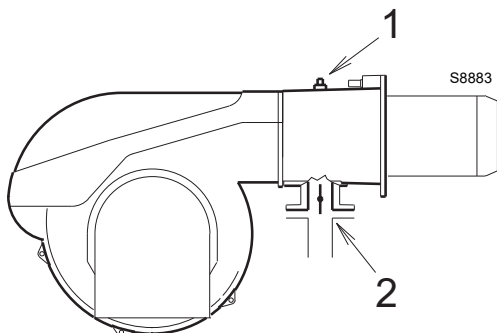

Рис. 23
Давление газа, измеренное на штуцере 1) (Рис. 23), с:
- Отнимите от давления газа на штуцере 1)(Рис. 23) давление в камере сгорания.
$$\begin{aligned} \text{Давление газа на штуцере 1) (Рис. 23)} &= 30 \text{ мбара} \\ \text{Давление в камере сгорания} &= 3 \text{ мбара} \\ 30 - 3 &= 27 \text{ мбара} \end{aligned}$$
Чтобы узнать давление газа, необходимое на штуцере 1)(Рис. 23), определив максимальную мощность работы горелки, выполните следующее:
Посмотрите справа давление на штуцере 1)(Рис. 23).
необходимое давление на штуцере 1)(Рис. 23).